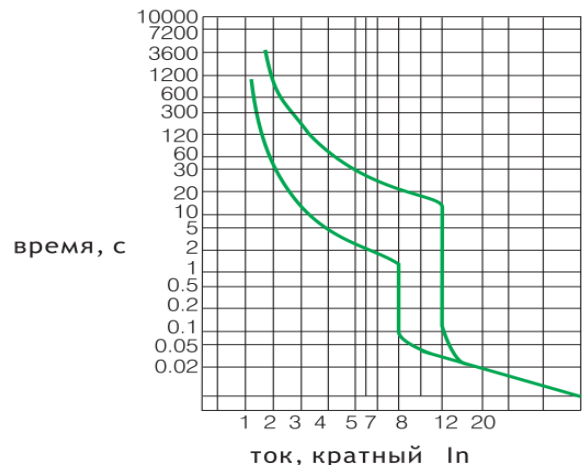

Рис.1 Время-токовые характеристики выключателей с холодного состояния при одновременной нагрузке всех полюсов.
4.2.6. Время-токовые характеристики выключателей с холодного состояния при одновременной нагрузке всех полюсов приведены на рис.1.